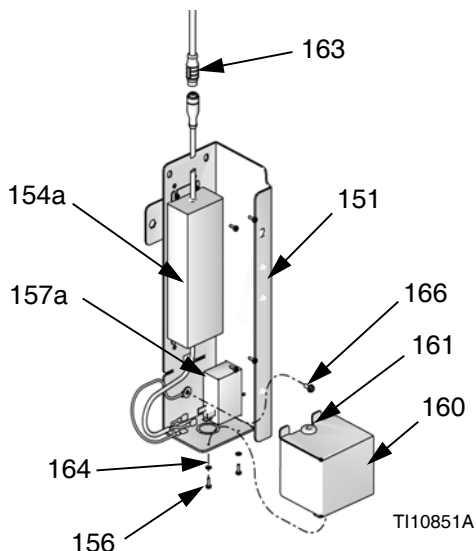

FIG. 39
2. Monte el módulo de entrada de alimentación eléctrica (157a) y la fuente de alimentación de 100-240 VCA (154a) en la ménsula de montaje (151).
3. Instale el cable de salida de la fuente de alimentación en el cable de la CAN (509). Vea la FIG. 39.
- b. Conecte el cable amarillo a la línea (L).
- c. Conecte el cable azul a neutro (N).
5. Instale el tornillo de conexión a tierra (166) a través del terminal de ojal del cable espiral de conexión a tierra (verde) de la fuente de alimentación y fíjelo en la caja de la fuente de alimentación (151).
6. Instale la placa de la cubierta 160, tornillos (156) y arandelas (164).